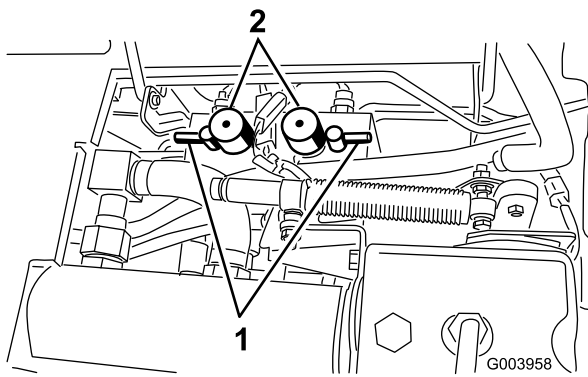

Figure 83
5. Réglez les boutons de vitesse des cylindres à la position 1 (Figure 83).
6. Sélectionnez les leviers de rodage avant, arrière ou les deux pour déterminer les plateaux qui doivent être rodés (Figure 83).